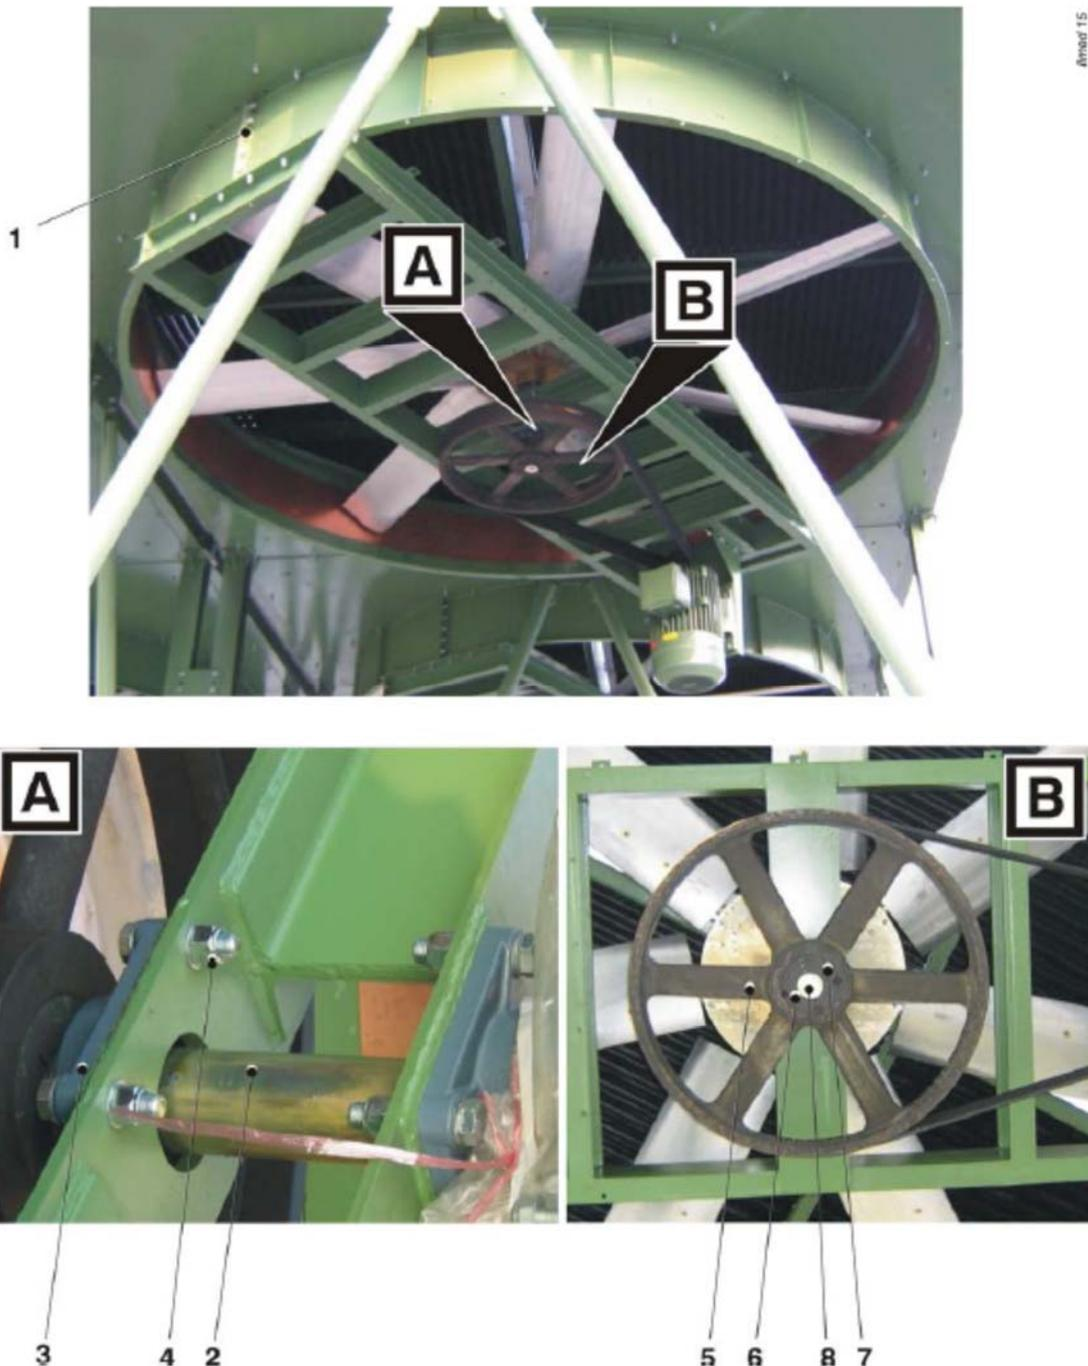

Figura 2-5: Instalación de polea conducida del ventilador serie TFF-01.
1. Ensamble las dos semi-carcazas usando los pernos laterales (1, Figura 2-5).